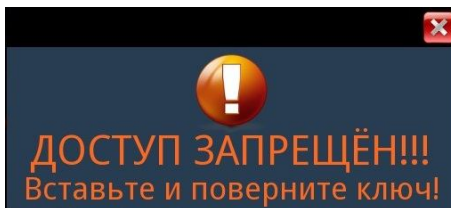

Рисунок 51 – Вид окна с предупреждением
15.7 Для перевода режима направления необходимо предварительно открыть доступ к функциям управления согласно п.8.16. При попытке перевода режима без доступа откроется окно с предупреждением (рисунок 51). Окно автоматически закроется при повороте ключа по часовой стрелке или по истечении 2 с.